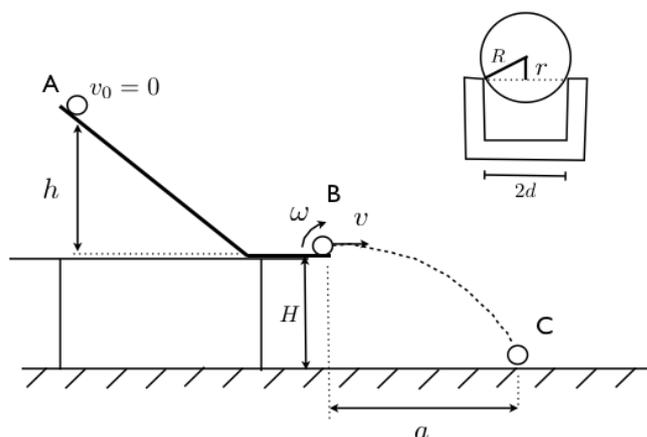

Figura 7.1: Esquema experimental.
Neste experimento vamos estudar o movimento de um corpo rígido, neste caso uma esfera de aço, que se desloca por uma canaleta com dois trechos, um inclinado e outro horizontal. Ao atingir o final da canaleta, o corpo rígido realiza um movimento balístico até tocar o chão (Figura 7.1).
onde  $h$  é a altura da qual a esfera é lançada sobre o plano inclinado (Figura 7.1),  $g$  é a aceleração da gravidade,  $R$  o raio da esfera e  $r$  é dado pela equação  $r^2 = R^2 - d^2$  (ver Figura 7.1).
- Como vai determinar no chão a projeção do ponto final de canaleta (ponto B na Figura 7.1)? Ajuda: utilize um fio de prumo.